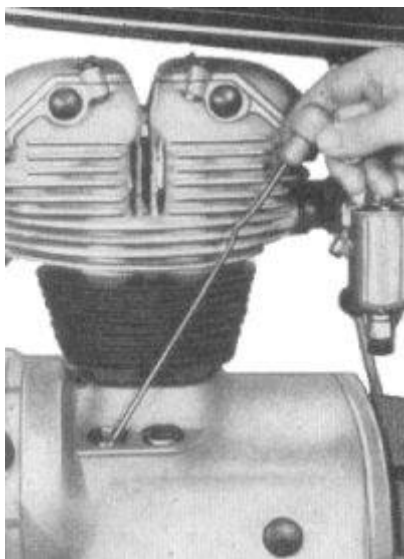

Bild 37. Ölstand im Motor prüfen
- ob der Ölstand im Motor zwischen den beiden Marken des Ölkontrollstabes steht (**Bild 37**),